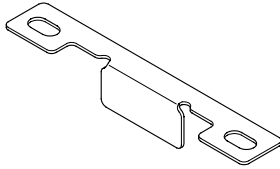

Рис. 1 Скоба для блокирования вала насоса
2. Поднимите комплект камер как можно выше и закрепите скобу (рис. 1) в вале и верхней части насоса.